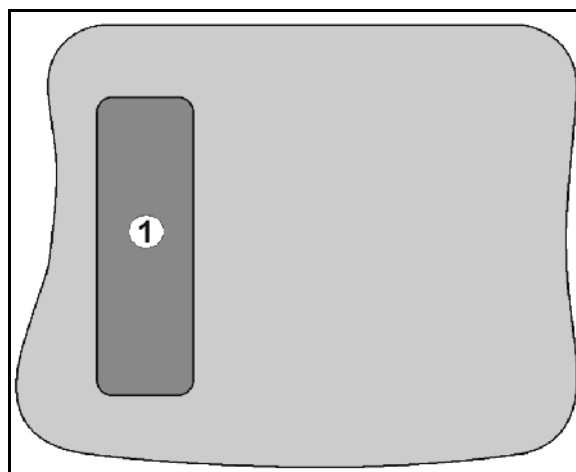

Fig. 8
- Pe partea posterioară a aparatului se află tasta Shift  (Fig. 8/1).